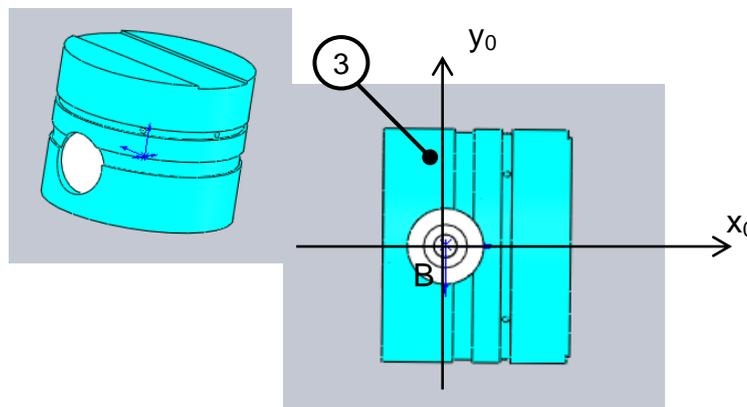

Figure 6
La figure 6 correspond à une représentation volumique du piston (3).